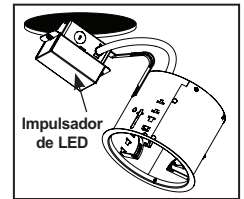

Figura 4
Paso 5. Presione la carcassa a través de la abertura en el techo de modo que esté a ras con el techo (Figura 4). Presione los clips de retención hacia arriba hasta que cada pestaña de clip se traben en su lugar. Se proporciona un clip de ranura "T" para soporte adicional. Inserte el clip a través de la ranura "T" desde adentro de la carcassa, fuerce el clip hacia abajo con un destornillador hasta que el clip esté asentado. Asegure el clip apretando el tornillo (Figura 5).